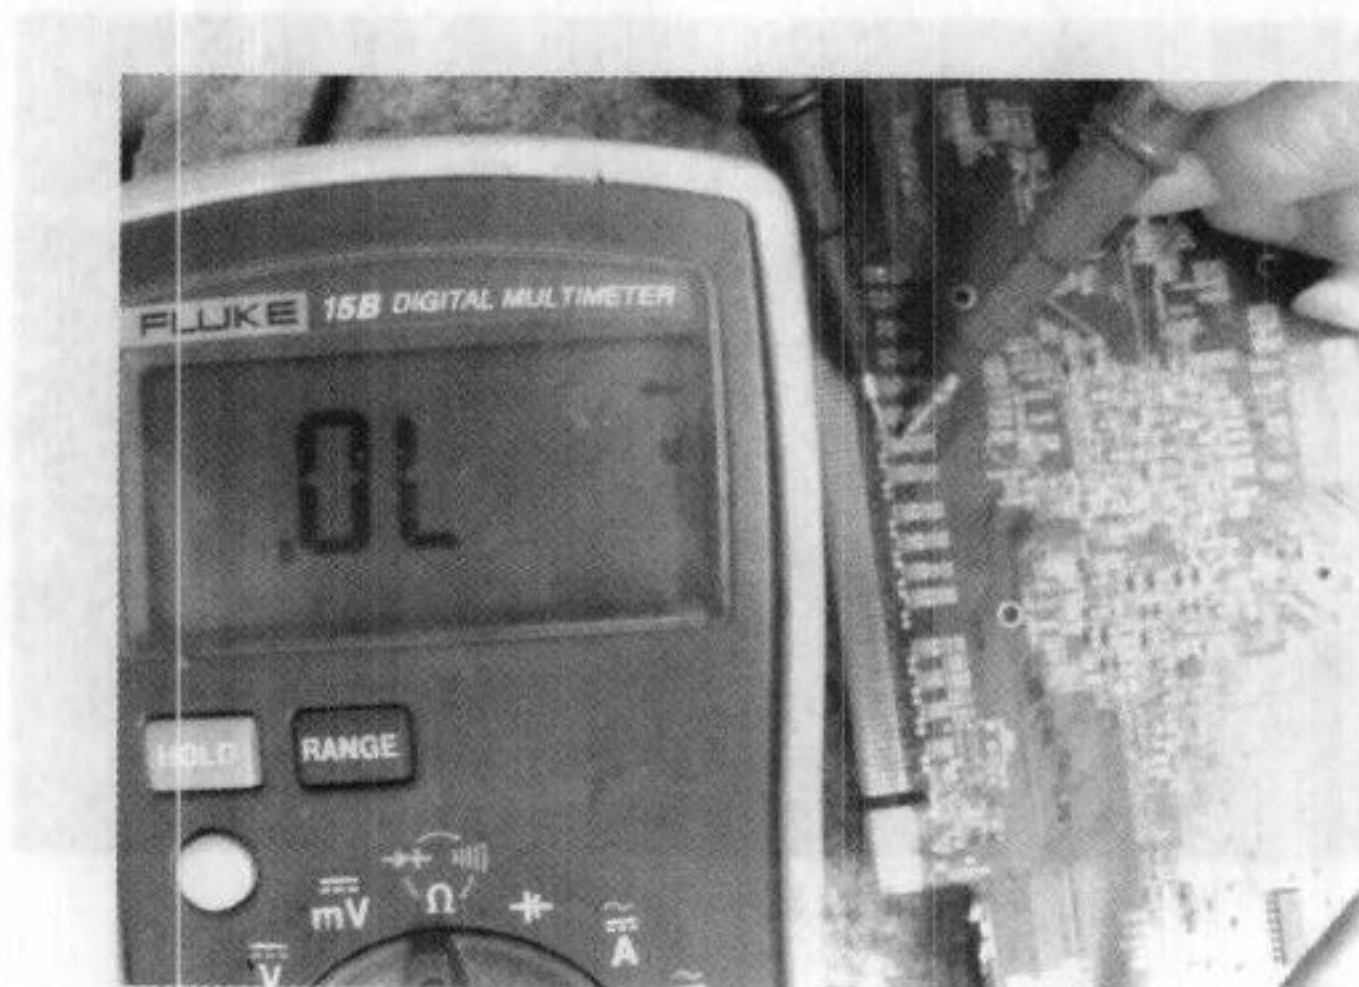

图 3-19 测量耦合电容
(3) 使用万用表二极管挡夹着耦合电容测量。值无穷大基本可以判断为正常，如图 3-19 所示。